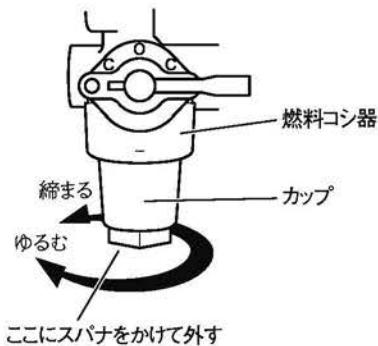

図4-12 燃料コシ器（カップ）
2. 燃料コシ器下部の四角部を、工具（二面幅（10mm））でゆるめて、燃料コシ器のカップを取り外します。（図4-12）